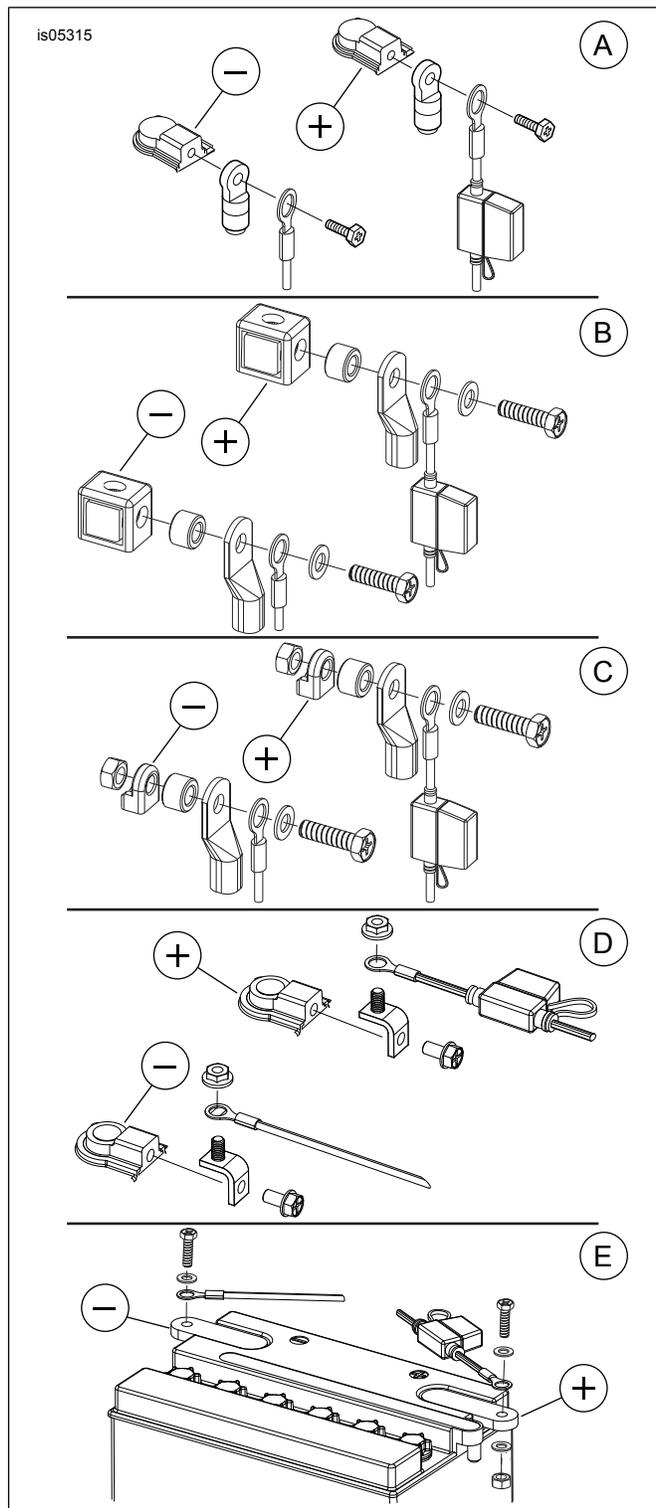

Figure 1. Types de connexion de la batterie
Plusieurs modèles de bornes de batterie et de visserie de raccordement ont été utilisés sur les motos Harley-Davidson au cours des années. Se reporter à Figure 1 pour déterminer le type de borne et de visserie utilisés avec la batterie.
1. Voir Figure 1. Suivre les instructions du Manuel du propriétaire pour retirer la selle et tout autre composant (couvercles latéraux, etc.) pour permettre d'accéder à la batterie.
2. Se reporter à la vue correcte dans Figure 1 correspondant au modèle. Détacher la connexion négative (-) de la batterie en retirant l'ensemble de visserie de la borne négative de la batterie.
6. Se reporter à la vue applicable dans Figure 1 utilisée pour le démontage. Installer le conducteur positif (rouge) du faisceau de charge de batterie sur la borne positive (+) de la batterie dans la séquence indiquée. Serrer le boulon de la borne de branchement positive (+) à la valeur indiquée dans le manuel du propriétaire.